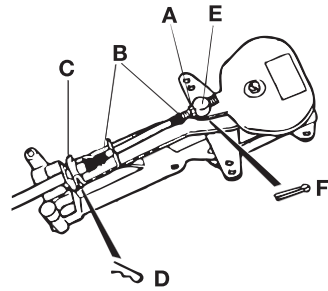

Fig. 7
- Entfernen Sie am Schaltzug die Mutter (A Fig.7) und beide Gummidichtungen (B Fig.7).
- Schieben Sie das Schaltkabel durch die Schelle (C Fig.7).
- Sichern Sie das Kabel mit dem Sicherungssplint (D Fig.7). Die gewellte Seite des Splints muss zum Schaltzug weisen.
- Setzen Sie den Nippel in die Gaszug-Hebelscheibe (E Fig.7) und sichern ihn mit dem Splint (F Fig.7).